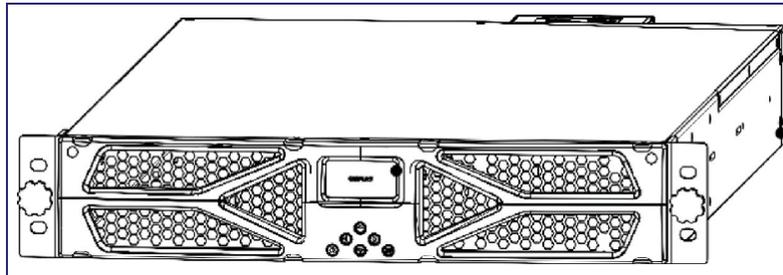

Figure 2.1-1 : Dessin de l'AC6000
- Figure 2.1-1 : Dessin de l'AC6000